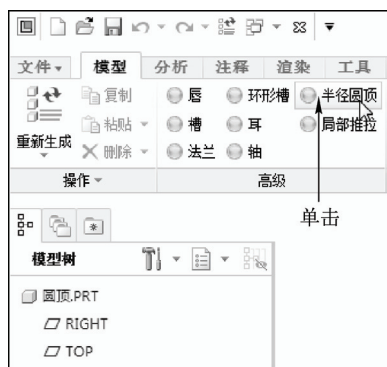

图 8-91 单击“半径圆顶”按钮
STEP 02 在功能区选项板的“模型”选项卡中, 单击“高级”面板中的“半径圆顶”按钮, 如图 8-91 所示。